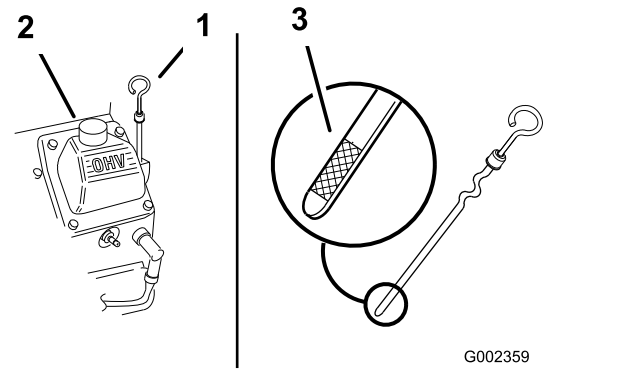

Figura 43
2. Limpe a zona em redor da vareta de óleo (Figura 43), para evitar que entre sujidade no orifício de enchimento e possíveis danos no motor.
3. Retire a vareta, limpe-a e volte a colocá-la até ser completamente introduzida (Figura 43).
O nível de óleo deve estar entre as marcas “F” Cheio e “L” Vazio na vareta (Figura 43).
5. Se o nível de óleo se encontrar abaixo da marca “L” Vazio da vareta, retire a tampa do tubo de enchimento (Figura 43) e adicione o óleo especificado até que o nível atinja a marca “F” Cheio.